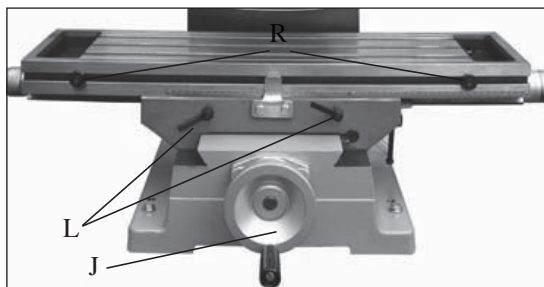

Fig. 9
3. Justér bordstoppene (N, fig. 9) til indstilling af fremførlængden. Drej mod uret, skub vandret og lås den i den ønskede position.